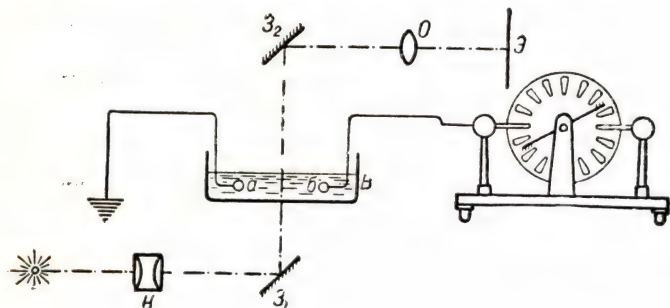

Рис. 5. Схема опыта для получения картины силовых линий электрического поля.
сообщить телам достаточно большой заряд. Чтобы силы трения не мешали частицам поворачиваться вдоль поля, их нужно поместить в жидкий изолятор, например в касторовое масло. Полная схема опыта изображена на рис. 5. Тела a и b , между которыми изучается поле, расположены в ванночке с прозрачным дном. Возникающая в ванночке (B) картина распреде-